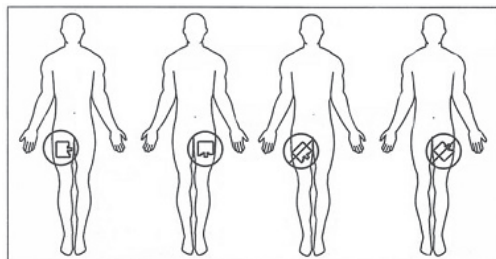
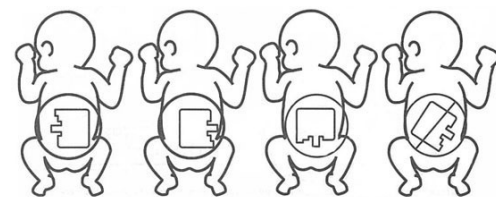

図 1
図 2
1. 対極板の貼付部位は、手術部位に近く通電性の良い部位（大腿部前面等）を選択する。腕または脚部に使用する場合は、図 1 ○印の様に身体に対して縦向きもしくは横向きに貼付すること。やむを得ず下側に貼付する場合（小児や乳幼児に使用する場合等）は、図 2 ○印の様に貼付すること。[貼付方向による貼付面の温度差を少なくするため。]